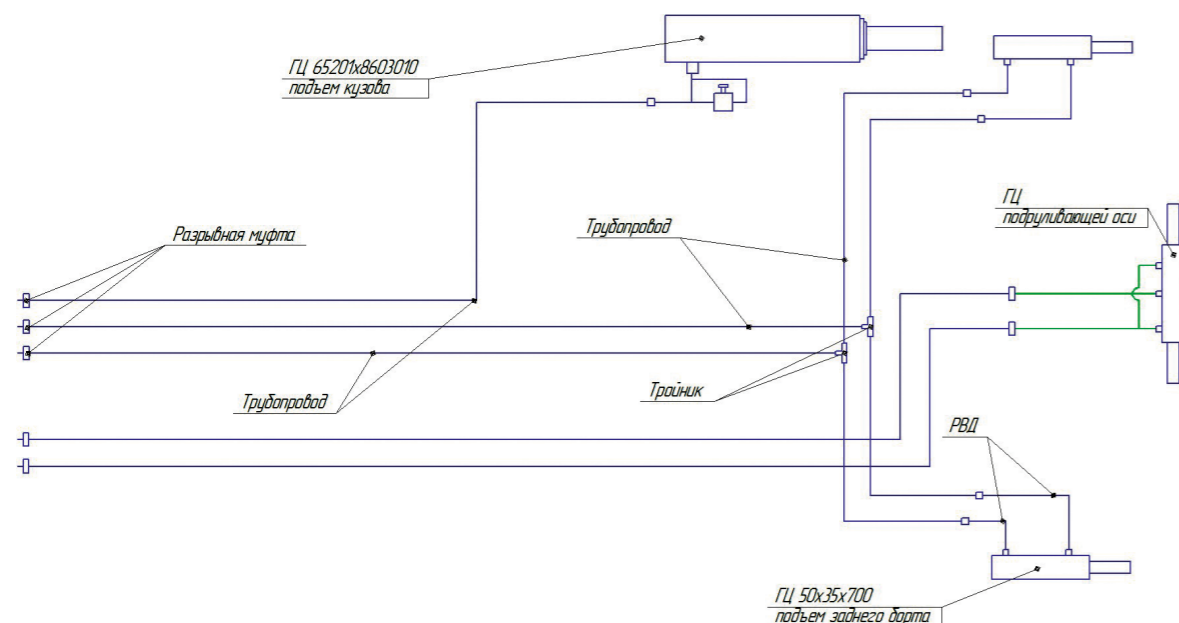

Рис. 4
4.8 **Гидросистема** опрокидывающего механизма работает от гидросистемы трактора и состоит из одного телескопического гидроцилиндра подъема-опускания кузова, клапана ограничения подъема кузова, двух гидроцилиндров подъема-опускания заднего борта, разрывных муфт, трубопровода и шлангов высокого давления (Рис. 4). Разрывные муфты служат для быстрого соединения и разъединения гидросистемы полуприцепа и трактора, а также для предохранения от обрыва рукавов при трогании трактора.